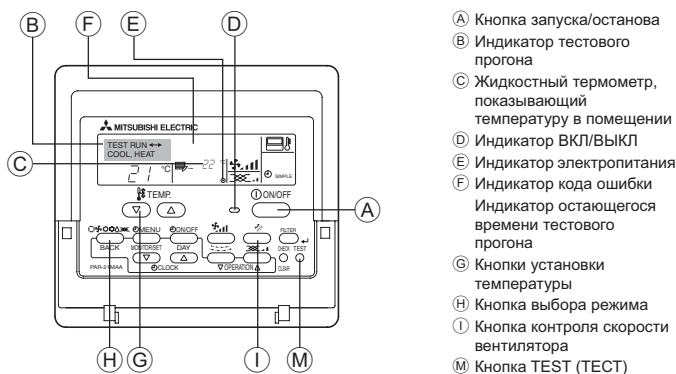

Рис. 7-1
7.2.1. Использование проводного пульта дистанционного управления (Рис. 7-1)